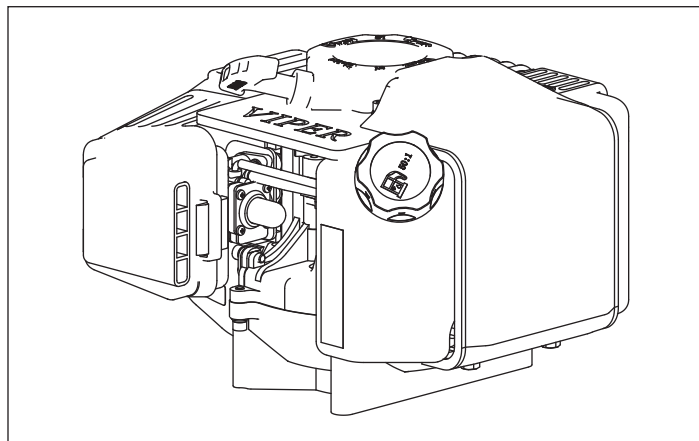

Figura 8
6. Vuelva a colocar la cubierta del filtro de aire de modo que encaje completamente en su lugar y que esté asegurada con las lengüetas de retención. Tire levemente de la cubierta para verificar que esté fijada de manera segura. Si la cubierta no se mueve al tirar de ella, está fija. **CONSULTE LA FIGURA 8.**